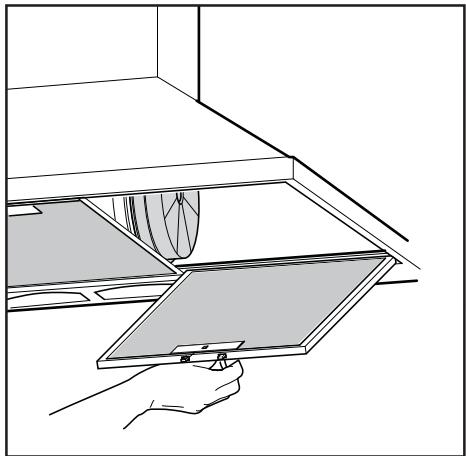

Fig.6
- Voordat u verder gaat met de montage dient u, om het apparaat makkelijker te kunnen verplaatsen, de anti-vetfilter(s) te verwijderen (Afb.6).
- La distance minimum entre la surface de support des récipients de cuisson sur le dispositif de cuisson et la partie la plus basse de la hotte pour cuisine doit être de 65 cm au moins.S'il doit être utilisé un tuyau de connection composé de deux ou plusieurs parties, la partie supérieure doit être à l'extérieur de celle inférieure. Ne pas relier le tuyau d'échappement de la hotte à un conduit dans lequel circule de l'air chaud ou employé pour évacuer les fumées des appareils alimentés par une énergie différente de celle électrique. En vue d'une manœuvrabilité de l'appareil plus facile, avant d'exécuter les opérations de montage, déconnecter le filtre/les filtres anti-graissé (Fig.6). Si l'ilagit d'une hotte aspirante, il faudra prévoir une ouverture pour l'évacuation de l'air.